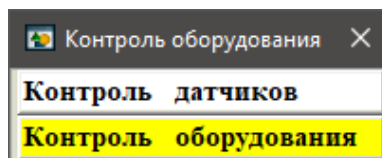

Рисунок 2.8 – Контекстное меню кнопки «МСО» на нижней панели Mexico
4) «МСО» - кнопка вызова меню функции «Мониторинг состояния основного оборудования»³ (рис.2.8);